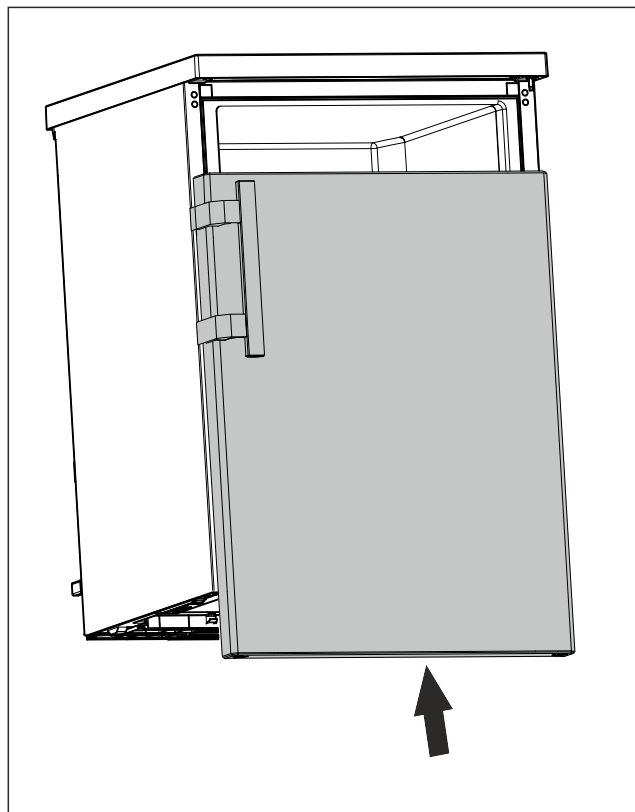

Fig. 24
- Skyv døren i lukket tilstand på den øvre boltene. (se Fig. 24)